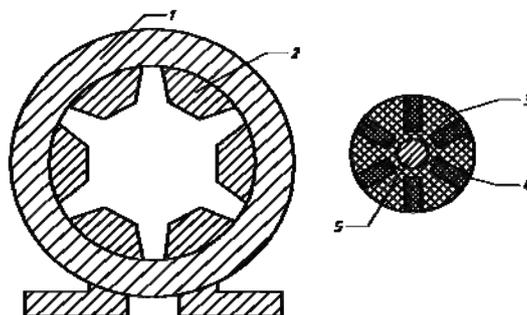

Рис. 3. Разрез статора и ротора
*Диэлектрический двигатель с вращающимся электрическим полем.* Диэлектрический двигатель с использованием электретов состоит из цилиндрического статора *1*, на внутренней поверхности которого закреплены три пары электродов *2*. Три электрода подключены к трем фазам трехфазного источника переменного напряжения, оставшиеся три электрода заземлены. Ротор *3* изготовлен из диэлектрического материала, а также электретов *4* в виде пластин. Электроды, питающиеся от трехфазного источника переменного напряжения, расположены на  $120^\circ$  друг относительно друга, что обеспечивает создание вращающегося электрического поля, которое вращает ротор и вал *5*. Исполнение статора и ротора поясняется чертежами (рис. 3).